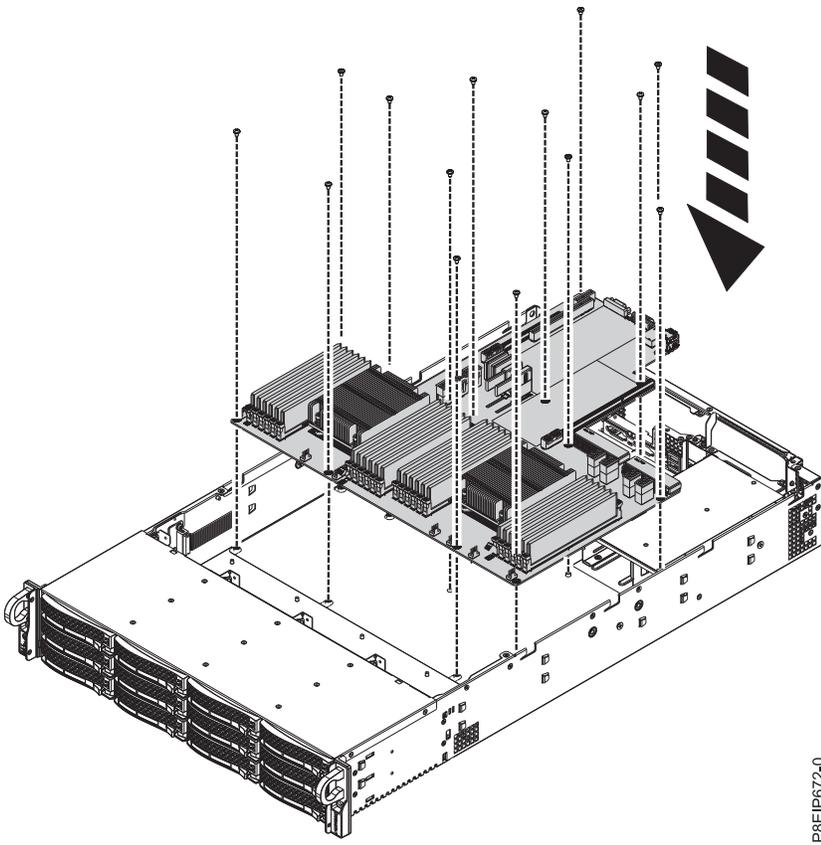

図 70. システム・バックプレーンの取り替え
12. 前面のケーブルを邪魔にならない位置に移動し、プロセッサ・ヒート・シンクを慎重に保持しながら、システム・バックプレーンをシャーシ内に下ろし、少し後方にスライドさせます。 62 ページの図 70を参照してください。